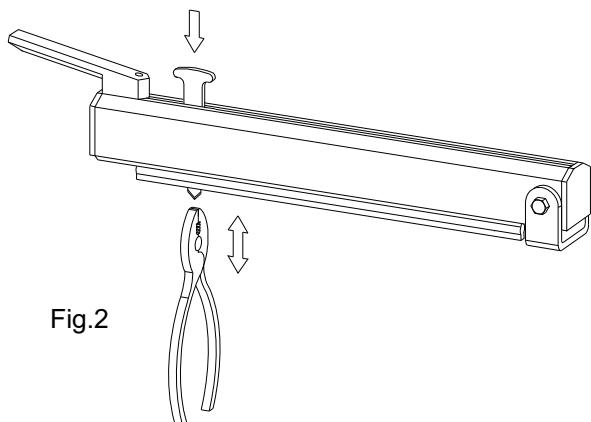

Fig.2
5. En slitt kniv skiftes enkelt ved å trykke ned den røde knivholderen, dra ut den gamle kniven og skyv inn en ny. Kniven er meget skarp og det anbefales derfor å holde kniven med en tang (fig. 2).
5. Zużyty nóż można wymienić poprzez wcisnięcie czerwonego uchwytu noża, wyciągnięcie starego noża i włożenie nowego. Zaleca się, aby przy tej czynności posłużyć się kombinerkami (Rys. 2).
5. Для замены изношившегося ножа следует нажать на красный держатель, вытащить старый нож и заменить его новым. Рекомендуется пользоваться для этого плоскогубцами (рис. 2).